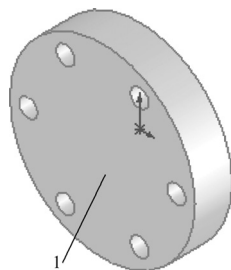

图 4-9 创建拉伸 1 特征
**07** 设置视图方向。单击“前视图”工具栏中的“等轴测”按钮，将视图以等轴测方向显示，创建的拉伸 1 特征如图 4-9 所示。
**08** 设置基准面。选择图 4-9 所示的表面 1，然后单击“前视图”工具栏中的“正视于”按钮，将该表面作为绘制图形的基